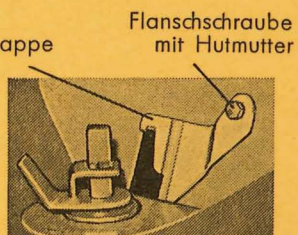

Abb. 6
Die mitgelieferten Vorsatzklappen sind nach Abb. 6 einzubauen, wenn in der Streutabelle ein entsprechender Hinweis steht.
Beim ersten Anbau der Vorsatzklappen sind die vorderen 2 Schrauben (s. Abb. 6) durch die mitgelieferten Flanschschrauben (Messing) auszutauschen. Beim späteren Aus- bzw. Einbau sind dann nur noch die Muttern zu lösen bzw. anzuziehen.
11. Bei **feuchten pulverförmigen** Streustoffen **gekrümmte Wurf-schaufeln** auf den Streuscheiben **verstellen** (siehe Abschnitt C)! Vergessen Sie bitte nicht, diese Schaufeln bei **gekörntem** Dünger wieder in die **Normalstellung (N)** zu bringen.
15. Ungeölte Kalkstickstoff mit Vorsatzklappen (Abb. 6) und Staubschutz (Abb. 4) streuen. Die Vorsatzklappen können auch zum Streuen von Feinsämereien verwendet werden. Es empfiehlt sich auch, ungeölte Kalkstickstoff mit Hederich Kainit oder Kali schichtweise in den Trichter einzufüllen. Dieses Gemisch ist dann ohne Vorsatzklappen, jedoch mit Staubschutz zu streuen.